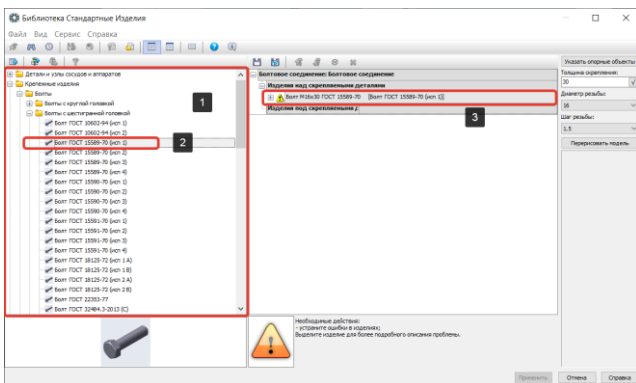

Рисунок 353 – Добавление элемента в набор
- Добавим из области навигации (1) элемент Болт ГОСТ 15589-70 (исп. 1) (2) двойным щелчком левой кнопки мышки в набор (3) (Рисунок 353). Элементы добавляются над скрепляемыми деталями.